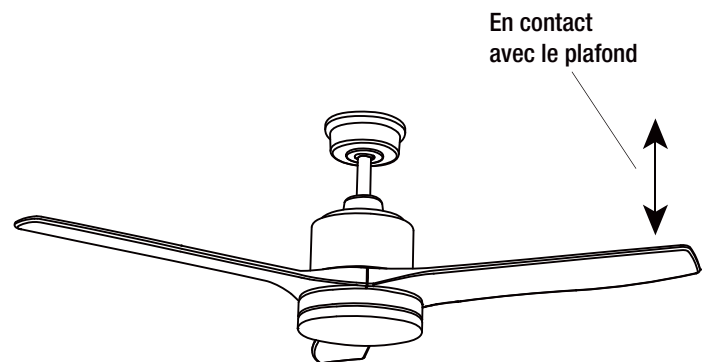

Figure 16
- La plupart des problèmes d'oscillation des ventilateurs sont causés par les différences de niveau des pales. Vérifier ce niveau en mesurant la distance entre l'extrémité d'une pale et le plafond, comme indiqué sur la figure 16.
Vacillement excessif.	□ S'assurer que les vis qui fixent la pale du ventilateur au moteur sont fixées et serrées. □ S'assurer que de la garniture et le support de montage sont bien serrés sur la solive du plafond. □ Vérifier en choisissant un point sur le plafond au-dessus de l'extrémité de l'une des pales. Mesurer cette distance et s'assurer que toutes les pales sont égales (voir Fig. 16).